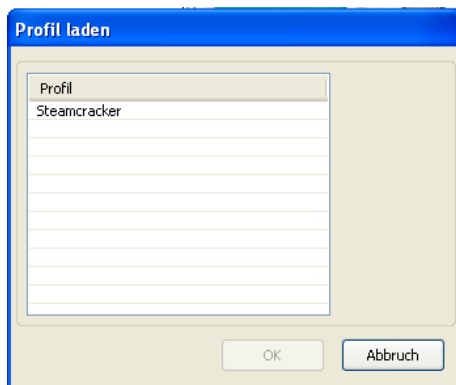

Bild 8: Auswahlfenster zum Laden eines abgespeicherten Layouts
- PACTware -Fenster (Bild 8) und